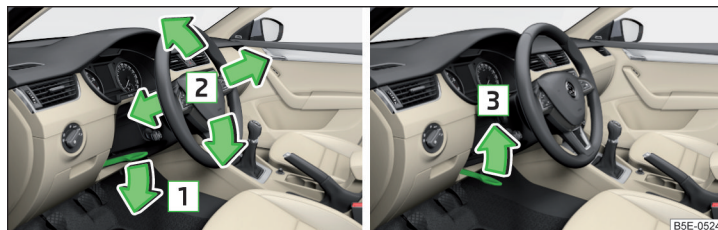

Fig. 2 Reglarea poziției volanului
- Rabatați maneta de siguranță de sub volan în sensul săgeții [1] » fig. 2.